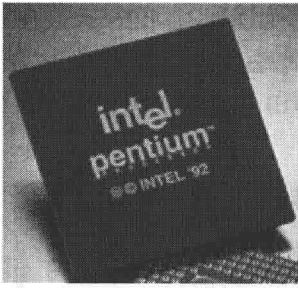

图 1-7 Pentium
- 1993 年,第一款与数字命名无关的 CPU——32 位的 Pentium 产生,如图 1-7 所示。